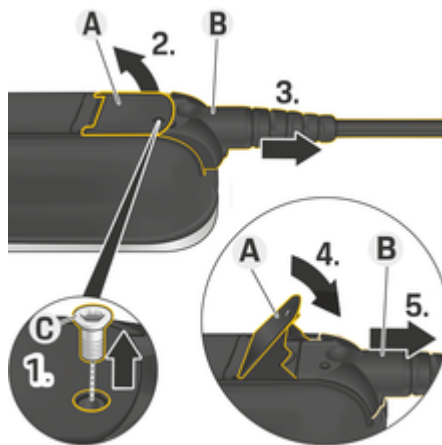

Fig. 47: Desconexión de cables
1. Extraiga el tornillo **C** (Fig. 47) con una herramienta apropiada.
2. Levante la palanca **A** (Fig. 47).
3. Retire el enchufe **B** (Fig. 47) hasta que se sienta la resistencia por primera vez.
4. Cerrar la palanca **A** (Fig. 47).
5. Retire el enchufe **B** (Fig. 47) por completo.